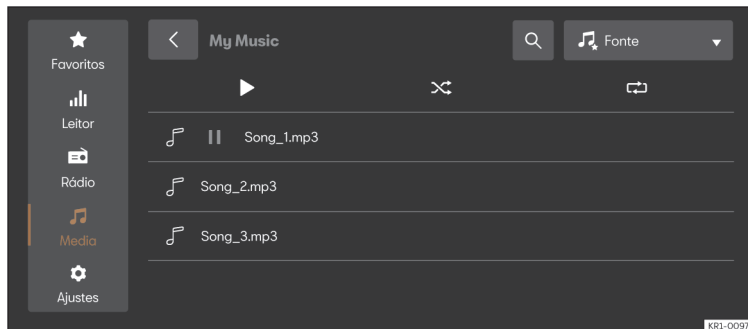

Fig. 161 Representação esquemática: Vista Multimédia.
- Pressione **HOME** > >>> **Fig. 161**.